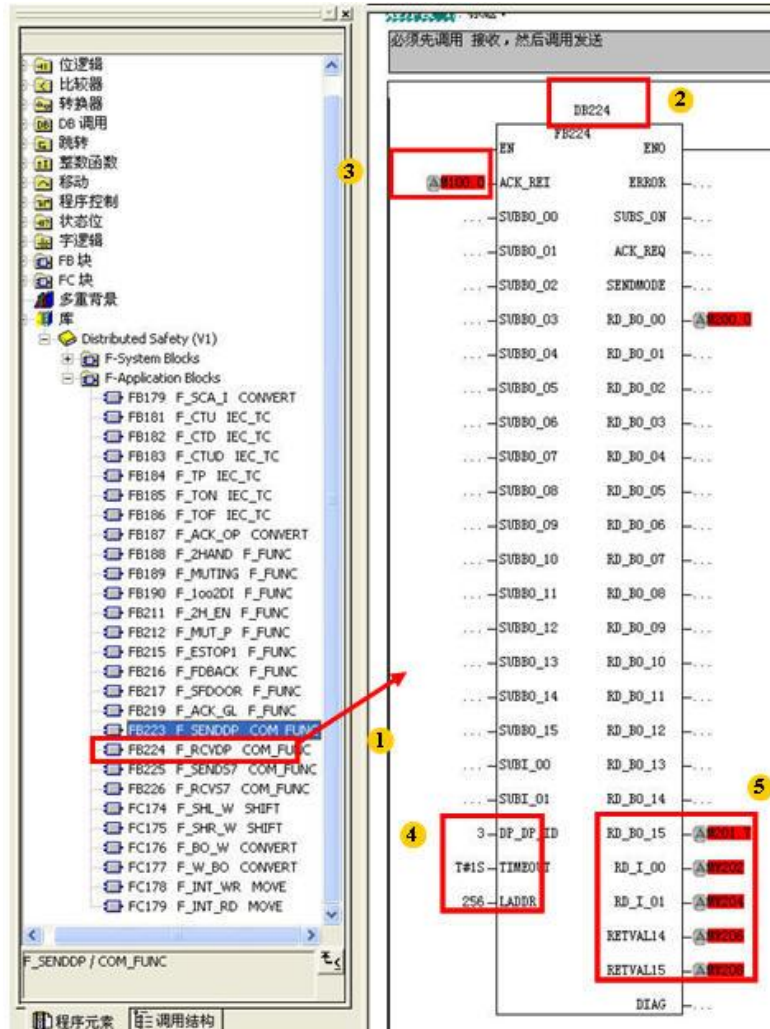

图 2-22 接收块程序
- 3) 调用 FB224 数据接收功能块。照图填写。注意: F 程序, 必须先接收, 再发送, 即网络 1 为接收功能块, 如图 2-22